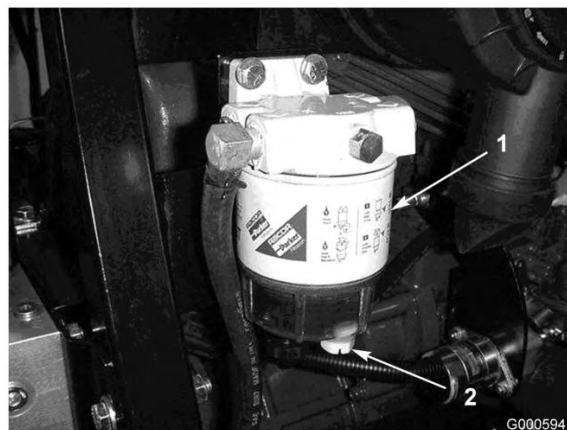

Figura 38
Drene el agua y otros contaminantes del separador de agua (Figura 38) a diario.
2. Afloje el tapón de vaciado en la parte inferior del cartucho del filtro (Figura 38). Apriete el tapón después del vaciado.